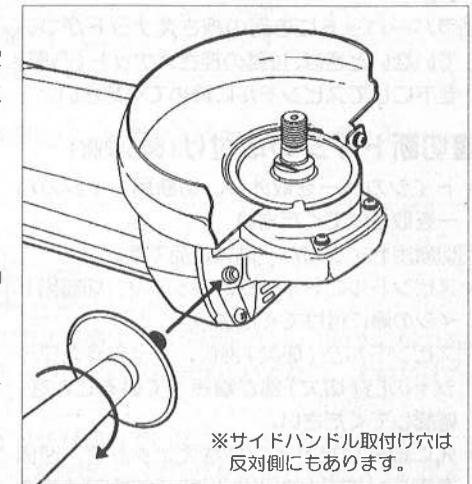

図2
- 本機の左右にあるサイドハンドル取付け穴に付属のサイドハンドルを右、または左に確実にねじ込んで締付けて下さい。(図2参照)